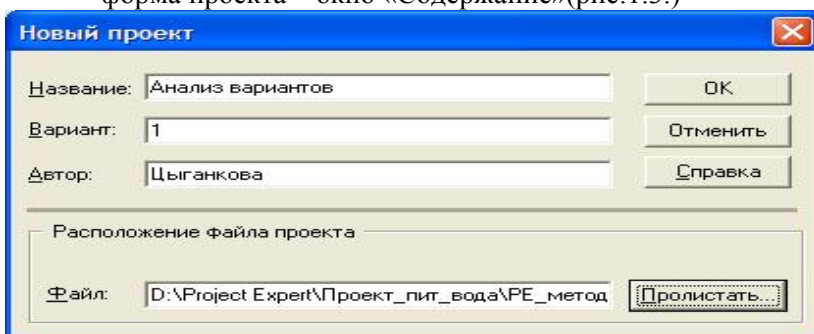

Рис.1.1. Форма открытия нового проекта вариантного анализа
- нажать кнопку «ОК» (рис.1.1).
- во вновь появившейся форме (рис.1.1.) снова нажать кнопку «ОК», в результате на экране появится Главная форма проекта – окно «Содержание»(рис.1.3.)